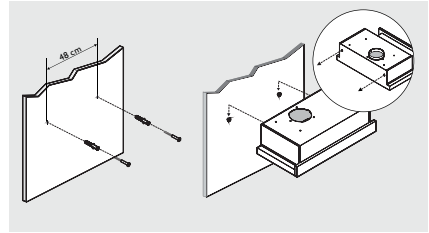

Figura 8
3. **Opcional:** para una fácil manipulación de la campana durante el proceso de instalación, fije al muro los 2 tornillos ST 5X50, perforando con broca 3/8" e insertando los chazos \varnothing 10X45 mm. Deje un espacio entre la cabeza de los tornillos y el muro para colgar la campana usando las ranuras que se encuentran en el respaldo de esta. (Ver **Figura 8**).
5. **Opcional:** para una fácil manipulación de la campana durante el proceso de instalación, fije al muro los 2 tornillos ST 5X50, perforando con broca 3/8" e insertando los chazos $\varnothing 10 \times 45$ mm. Deje un espacio entre la cabeza de los tornillos y el muro para colgar la campana usando las ranuras que se encuentran en el respaldo de esta. (Ver Figura 8).